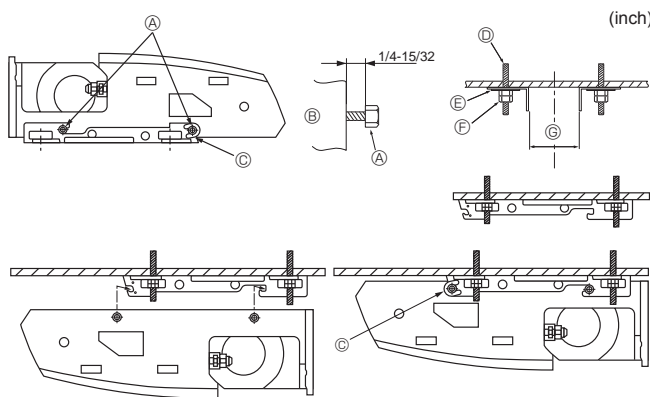

Fig. 3-7
2) Instalación en el techo, en primer lugar, del soporte de sujeción (Fig. 3-7)